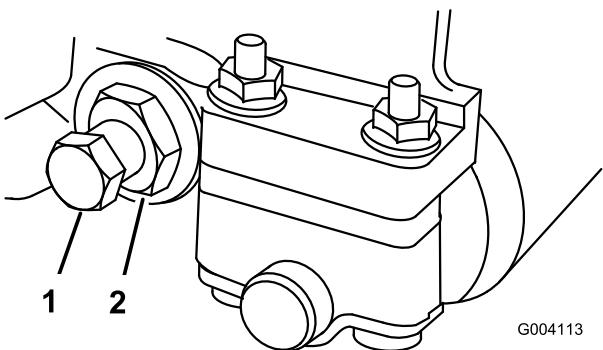

Figura 62
- Afloje la tuerca de tensado del muelle hasta que el muelle deje de presionar la arandela contra la barra de asiento (Figura 62).
- En cada lado de la máquina, afloje la contratuerca que fija el perno de la barra de asiento (Figura 62).